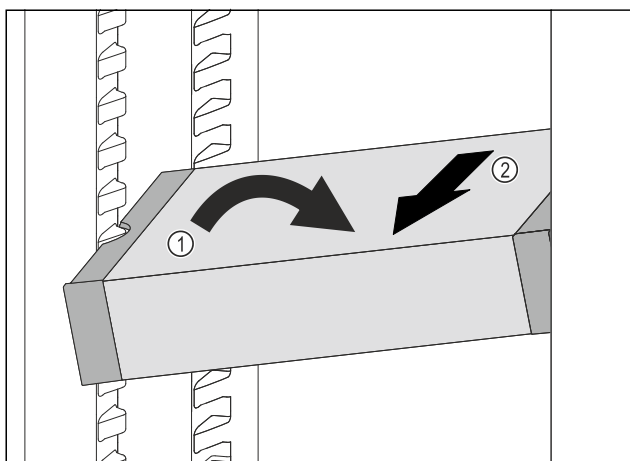

Fig. 124
- VarioSafe postavte v chladničce šikmo. Fig. 124 (1)
- VarioSafe odeberte směrem dopředu. Fig. 124 (2)